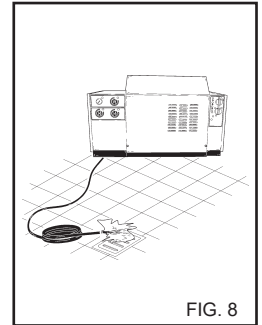

FIG. 8
**For å eliminere eventuelle urenheter eller luftbobler fra vanntilførselen, anbefaler vi at spyleren første gang brukes uten munnstykket, slik at vannet kan strømme fritt ut i noen få sekunder. Urenheter kan blokkere dysen på munnstykket og medføre feil (fig. 8).**